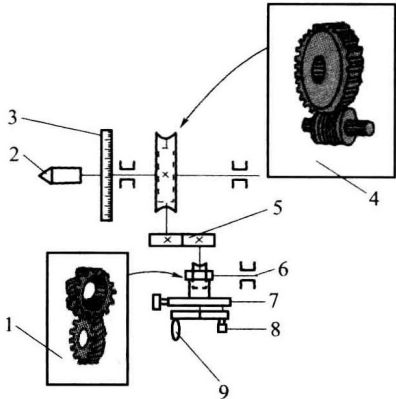

图 1-7 FW250 型万能分度头传动系统
(2) 传动系统:该型分度头的传动系统如图 1-7 所示,传动路线共有三条,下面分别予以介绍。